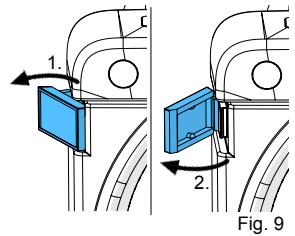

Fig. 9
- Abrir os fechos da porta (Fig. 9).
- IRetirar a chave Allen (22) de seu suporte.
- Remover a tampa protetora (15).
- Desapertar o parafuso fixador (16) e remover o disco de corte.
- Encaixar um novo disco de corte nos pinos de travamento (17).
- Abrir os fechos (Fig. 9) e retirar a porta do recortador.
- Enroscar a ferramenta de desmontagem (11) no flange de suporte (23) até que este se solte do eixo.